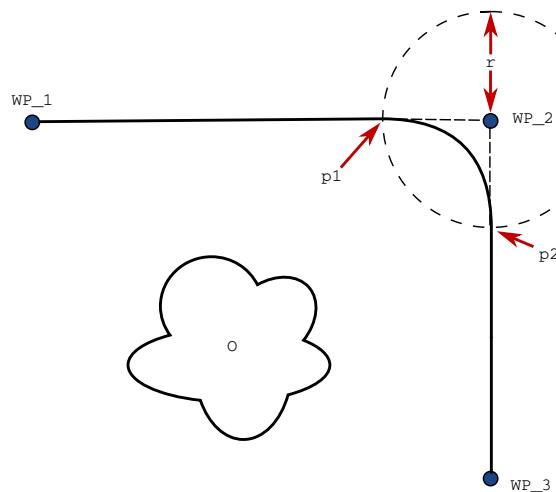

Figura 14.3: Transición de  $WP\_2$  con radio  $r$ , posición de transición inicial en  $p_1$  y posición de transición final en  $p_2$ .  $o$  es un obstáculo.
**Parámetros de transición** Además de los puntos de paso, otros parámetros afectarán a la trayectoria de transición (ver figura 14.3):